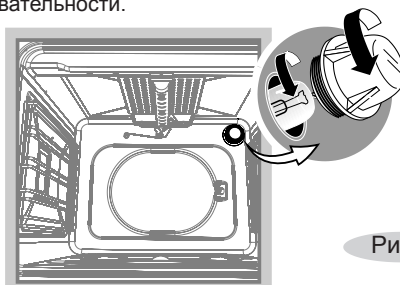

Рис.23
- нажмите на верхний пруток направляющей до выведения ее из зацепления с упором (рис.23),
- Открутите стеклянный плафон (рис.23).